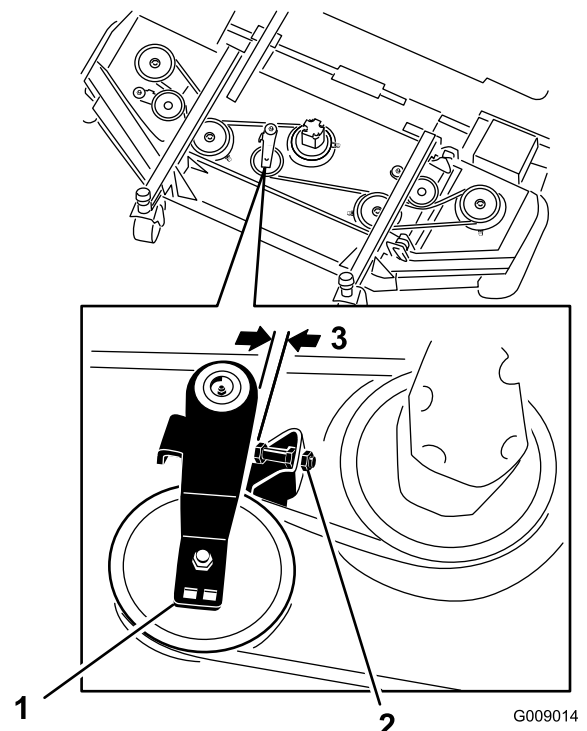

図 81
2. 前デッキで、アイドラプーリのストップねじのジャムナットをゆるめ、ストップねじをブラケットまで進める (図 81)。
3. ラチェットレンチのようなものを使って、アイドラプーリ (図 81) を駆動ベルトから離してベルトの張りをなくし、デッキプーリからベルトを外す。